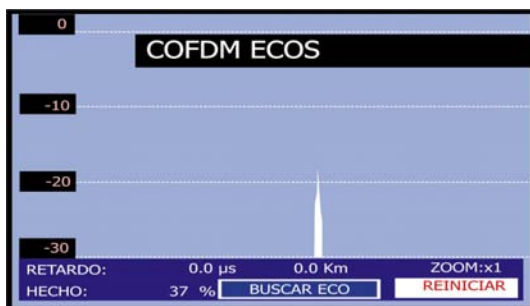

Figura 56.- Buscando ECOS.
2. Inicie la medición pulsando el selector rotativo (Figura 56.-).
Una vez el barrido ha terminado, aparecerán en pantalla los ecos que el aparato ha detectado (Figura 56.-). En este momento podemos pasar a analizarlos en detalle.